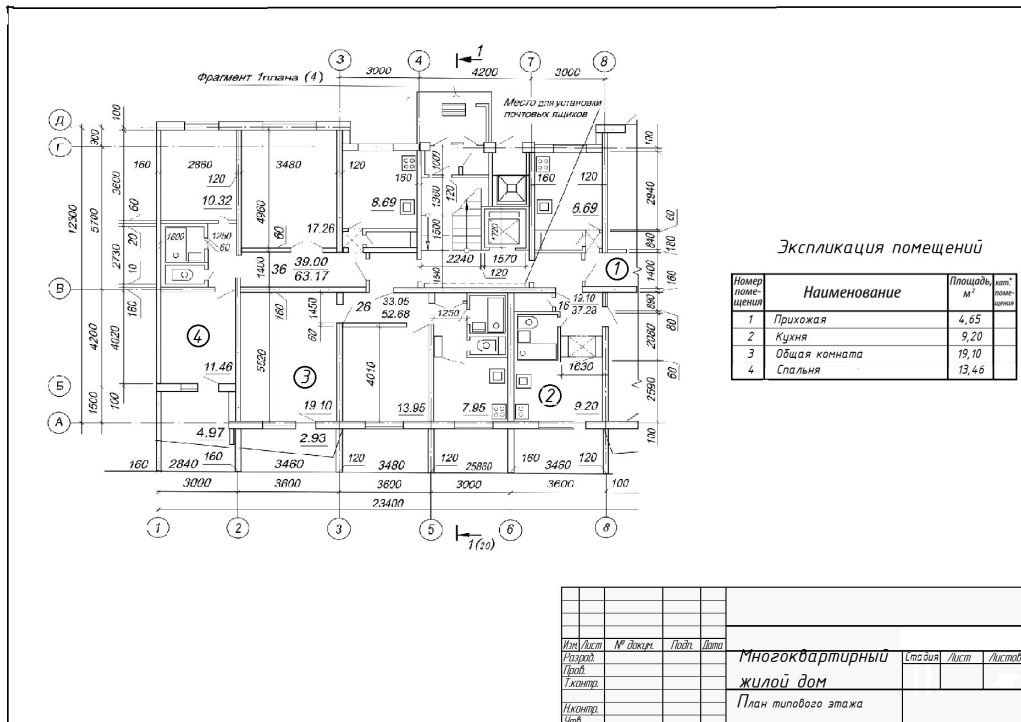

Рис. 7. Пример оформления листа 1
- Пример выполнения задания показан на рис. 7.